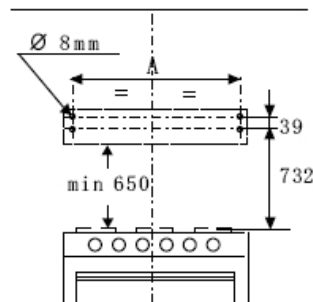
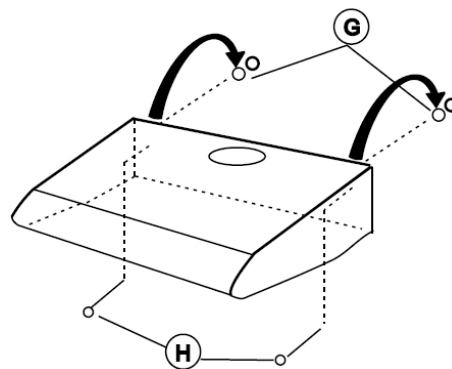

Fig.2
Fig.4
- Perfore cuatro orificios de 8mm de diámetro en la pared sobre la encimera de la cocina de acuerdo con la posición de la campana extractor y encaje firmemente la fijación de pared (tornillo acodado de plástico) (Fig. 2).
- Atornille firmemente dos pernos ST4.8x42 (G) en la fijación de pared (tornillo acodado de plástico) (Fig.2). Luego coloque la campana extractora correctamente. Finalmente, atornille dos pernos ST4.6x5 (H) a través de los orificios de la campana a la fijación de pared (tornillo acodado de plástico) (Fig.2) para asegurar la campana extractora (Fig.4).